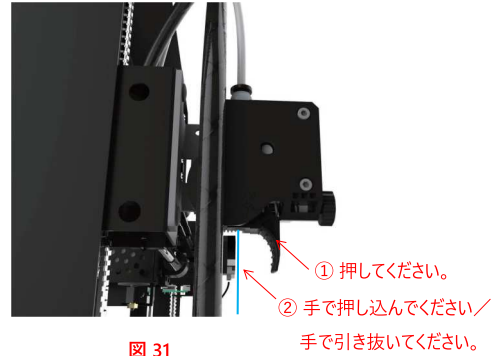

図 31
1. フィラメントの挿入：メインメニューから“Tools”→“Preheat”→“Preheat PLA”をクリックします。温度が目標温度に届いたことを確認後、押出機のハンドル部分を押してください(図31)。そしてフィラメントを手で挿入しプリントベッドのノズルからフィラメントが出るまで押し込んでください